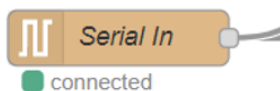

Figura 1. Conexión USB con éxito
- 3- Aparecerá un diagrama con una gran cantidad de bloques. Si no ha surgido ningún problema, los siguientes bloques deben mostrar un recuadro verde con un mensaje como el de la Figura 1.